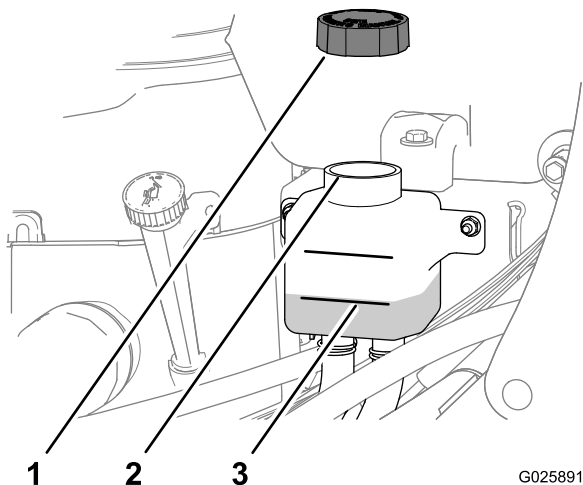

Figure 5
3. Vérifiez le niveau d'huile hydraulique dans le vase d'expansion (Figure 5).
4. Au besoin, faites l'appoint d'huile de transmission spécifiée jusqu'à ce que le niveau atteigne le repère maximum à froid sur le vase d'expansion (Figure 5).